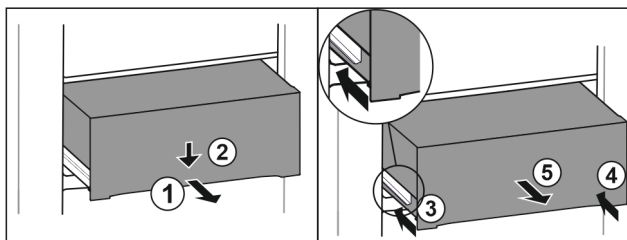

Fig. 99
- ▶ Wyciągnąć szufladę do połowy. Fig. 99 (1)
- ▶ Popchnąć szufladę z przodu w dół. Fig. 99 (2)
- ▶ Wsunąć lewą szynę o ok. 2 cm. Fig. 99 (3)
- ▶ Wsunąć prawą szynę o ok. 2 cm. Fig. 99 (4)
- ▶ Wyjąć szufladę do przodu. Fig. 99 (5)